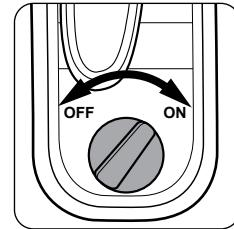

рис. 9
Топливный кран (18) (рис. 9) используется для управления подачей топлива из бака в карбюратор. В положении «ON» («открыто») осуществляется подача топлива в карбюратор. В положении «OFF» («закрыто») подачи топлива в карбюратор не происходит.